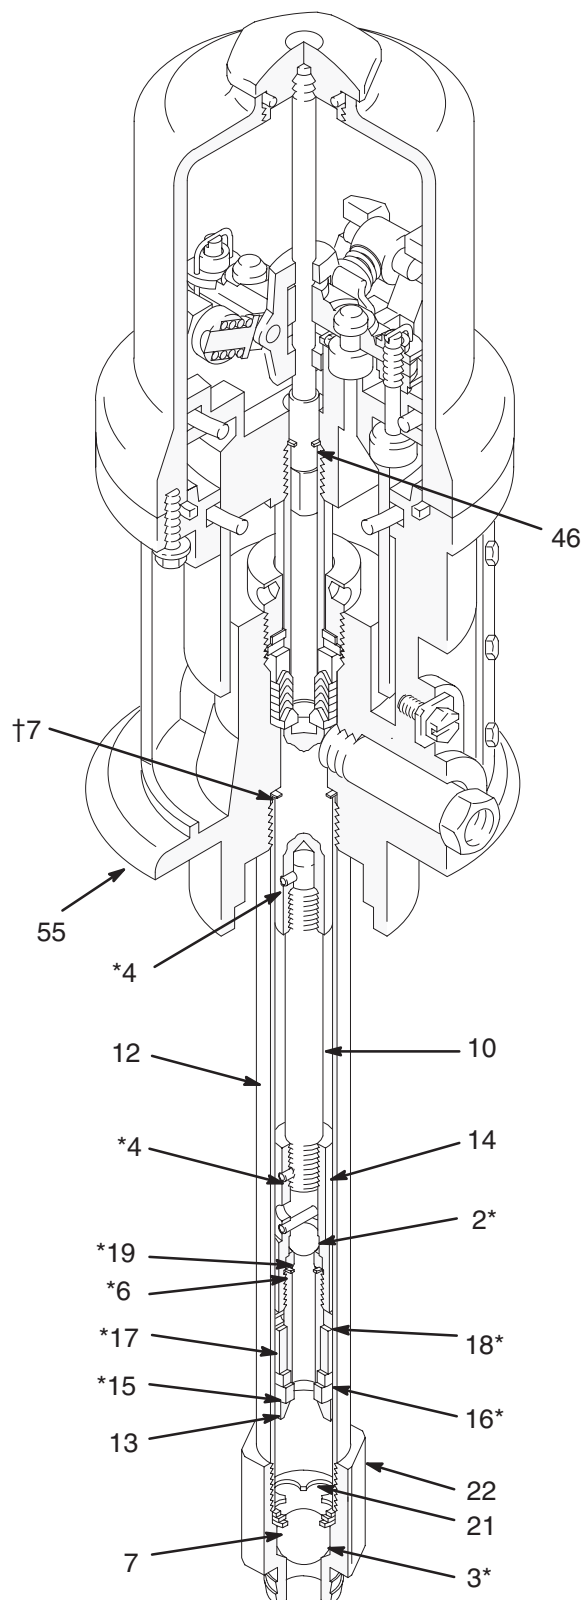

Fig. 9
4. Dévisser le corps du clapet de pied (22) du tube de remontée (12). Voir la Fig. 9. Déposer le clapet de pied.
5. Nettoyer les pièces et vérifier l'absence d'usure ou de détérioration, puis remplacer les pièces le cas échéant. Si aucune autre intervention n'est nécessaire, remonter et réinstaller le clapet de pied en appliquant un liquide d'étanchéité sur les filetages mâles. Voir la Fig. 9.
6. À l'aide d'une clé à sangle, dévisser le tube de remontée (12) de l'embase du moteur pneumatique (55). Inspecter soigneusement la surface interne du cylindre qui doit être lisse en recherchant les traces d'éraflures ou d'irrégularités. De tels dommages provoqueraient une usure prématurée des garnitures ainsi que des fuites. Il sera donc nécessaire de remplacer ces pièces le cas échéant.
7. Dévisser le corps du piston (13) du raccord de piston (14). Retirer la bille (2*), le siège (19*), le joint d'étanchéité (6*), le palier (18*), la garniture (17*) et le joint (16). Ne pas retirer le palier à ajustage serré en laiton (15*). Voir la Fig. 9.